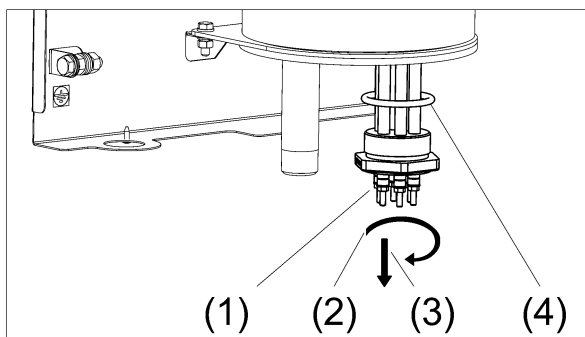

Рисунок 9. Замена блока ТЭН
- (1) Отсоедините силовые провода, идущие к ТЭНам (см. рис. 9).
- (2) Выверните блок ТЭН (против часовой стрелки) из теплообменника.
- (3) Извлеките блок ТЭН из теплообменника.
- (4) Замените уплотнительное резиновое кольцо (кольцо входит в комплект поставки).
- (5) Вверните по часовой стрелке новый блок ТЭН в теплообменник.
- (6) Проверьте герметичность резьбового соединения.
- (7) Подсоедините к блоку ТЭН силовые провода.
- (8) Проверьте надёжность контактов электрического соединения.